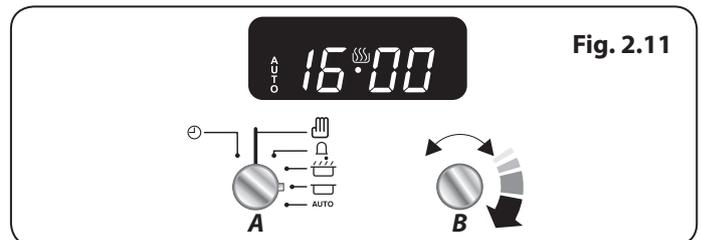

Fig. 2.11
3. Tournez le bouton Réglage (B) pour régler l'heure à laquelle vous souhaitez que votre four s'arrête (**Fig. 2.11**).